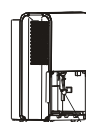
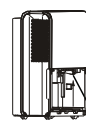

Fig.7
Fig.8
- Dacă furtunul cade când îndepărtați găleata (vezi Fig. 7), trebuie să îl reinstalați corect în unitate înainte de a reaseza găleata (vezi Fig. 8).